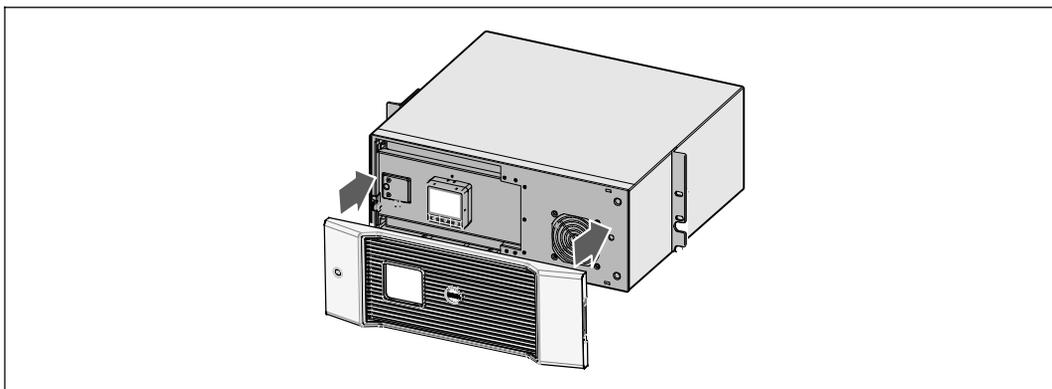

図 26. UPSのフロントカバーの取り外し方法
- 8 UPSのフロントカバーを取り外します (図 26を参照)。